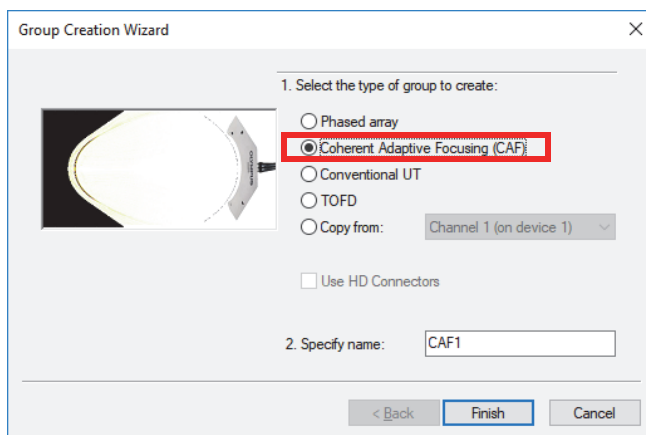

図 4-12 [Group Creation Wizard] ダイアログボックス
2. [Group Creation Wizard] ダイアログボックスで、[Phased array] の代わりに [Coherent Adaptive Focusing (CAF)] を選択します（113 ページの図 4-12）。